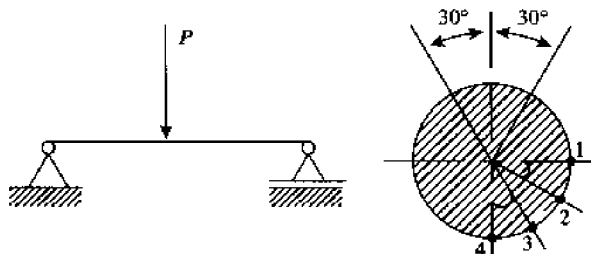

图 12-6
2. 图 12-6 所示静止的圆截面梁, 受到与铅垂轴 y 夹角 $\pm 30^\circ$ 的往复运动载荷 F_P 的作用。危险截面上有 1、2、3、4 四个点, 这四个点中应力循环特性 $r = 0$ 的点是: _____。